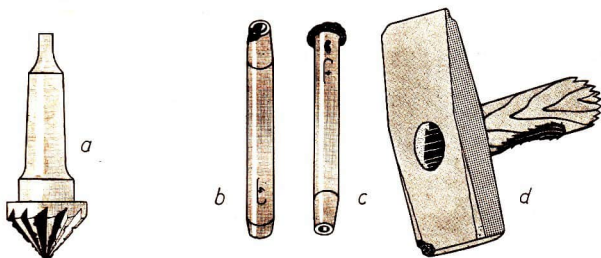

Bild 22
20. Beurteile die in Bild 22 gezeigten Werkzeuge!